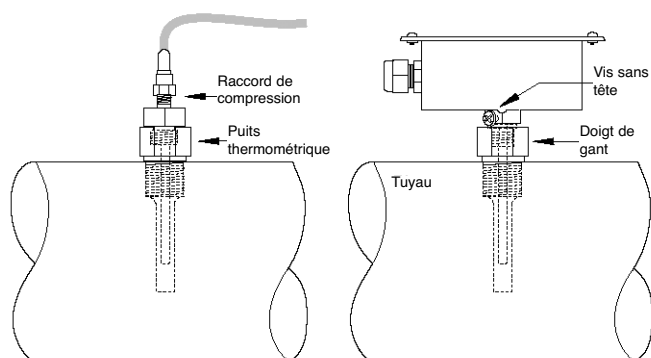

Figure 1 Installation de la sonde à plongeur
- a. Desserrer l'accessoire de fixation à compression et extraire la sonde. Voir la Figure 1.
- a. Desserrer la vis sans tête. Voir la Figure 1.